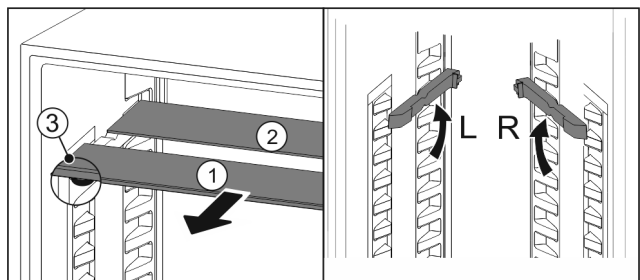

Fig. 72
- Glasplatten einzeln nach vorne herausziehen Fig. 72 (1).
- ▷ Glasplatte Fig. 72 (1) mit Zierleiste liegt vorne.
- ▷ Stopps Fig. 72 (3) zeigen nach unten.